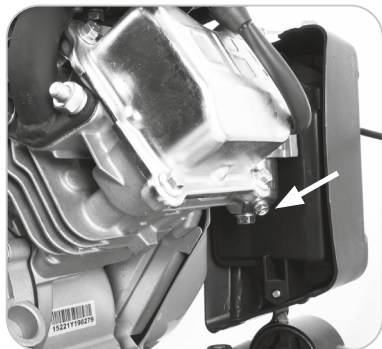

Fig. 20
- Un rubinetto di scarico può essere trovato sotto la vaschetta del carburatore. Allentare tale rubinetto per consentire lo spurgo del carburante dall'utensile. **(Fig. 20)**
1. Drenare totalmente il carburante dal serbatoio e dal carburatore della macchina. **(Fig. 20)**